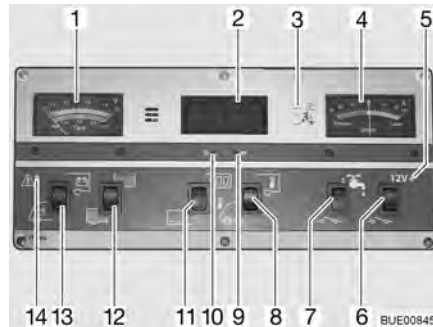

Fig. 134 Panel IT 994
Observar la escala superior del instrumento indicador V/depósito (Fig. 134,1). El instrumento indicador se ilumina automáticamente al accionar el interruptor.
- Pulsar el interruptor basculante (Fig. 134,13) por abajo: Indica la tensión de la batería del motor de arranque.
- Pulsar el interruptor basculante (Fig. 134,13) por arriba: Indica la tensión de la batería del habitáculo.
Observar la escala inferior del instrumento indicador V/depósito (Fig. 134,1). El instrumento indicador se ilumina automáticamente al accionar el interruptor.
- Pulsar el interruptor basculante (Fig. 134,12) por arriba: Indica la cantidad de agua.
- Pulsar el interruptor basculante (Fig. 134,12) por abajo: Indica la cantidad de aguas residuales.
La luz roja de ALARMA (Fig. 134,14) parpadea en cuanto la tensión de la batería del habitáculo baja de 11 V (medición durante el servicio) y hay peligro de descarga completa.
- Pulsar el interruptor basculante (Fig. 134,11) por arriba: El indicador del reloj digital está conectado. El indicador de temperatura está listo para funcionar.
- Pulsar el interruptor basculante (Fig. 134,11) por abajo: El indicador del reloj digital y el indicador de temperatura están desconectados.
- Con ayuda de un objeto delgado, p. ej. una mina de bolígrafo, hacer presión en el orificio para horas (Fig. 134,10) hasta obtener la hora deseada.
- Con ayuda de un objeto delgado, p. ej. una mina de bolígrafo, hacer presión en el orificio para minutos (Fig. 134,9) hasta obtener los minutos deseados.
- Pulsar el interruptor basculante (Fig. 134,8) por arriba: Indica la temperatura interior.
- Pulsar el interruptor basculante (Fig. 134,8) por abajo: Indica la temperatura exterior.
El instrumento indicador (Fig. 134,4) indica constantemente la corriente actual suministrada por la batería. El instrumento indicador se ilumina automáticamente al accionar el interruptor.
El interruptor principal de 12 V (Fig. 134,6) conecta y desconecta el panel y la alimentación de 12 V del habitáculo.
- Pulsar el interruptor basculante (Fig. 134,6) por arriba: La alimentación de 12 V del habitáculo está conectada. La luz de control (Fig. 134,5) se enciende de color verde.
*Desconectar:* ■ Pulsar el interruptor basculante (Fig. 134,6) por abajo: La alimentación de 12 V del habitáculo está desconectada. La luz de control (Fig. 134,5) se apaga.
Se enciende la luz de control de 12 V (Fig. 134,5) cuando se conecta el interruptor principal de 12 V (Fig. 134,6).
Se enciende la luz de control de 230 V (Fig. 134,3) amarilla cuando hay tensión de red en la entrada del bloque eléctrico.
*Conectar:* ■ Pulsar el interruptor basculante (Fig. 134,7) por arriba: El suministro de agua está conectado.
*Desconectar:* ■ Pulsar el interruptor basculante (Fig. 134,7) por abajo: El suministro de agua está desconectado.